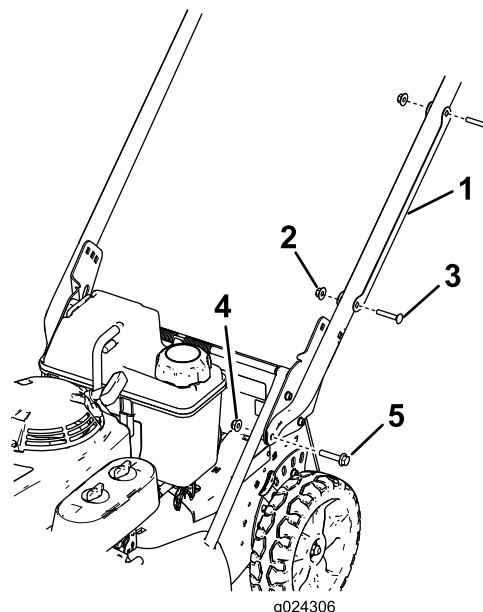

Figure 3
1. Déposez le protège-câble du guidon (Figure 3) en retirant les 2 boulons de carrosserie et les 2 contre-écrous qui le fixent au guidon.
2. Fixez les extrémités du guidon au carter de la tondeuse au moyen de 2 boulons à tête-embase hexagonale (5/16 x 1½ po) et de 2 écrous à embase (5/16 po), comme montré à la Figure 3.
6. Positionnez le protège-câble sur le guidon en recouvrant le(s) câble(s), et fixez-le solidement au guidon au moyen des 2 boulons de carrosserie et des 2 contre-écrous retirés précédemment (Figure 3).